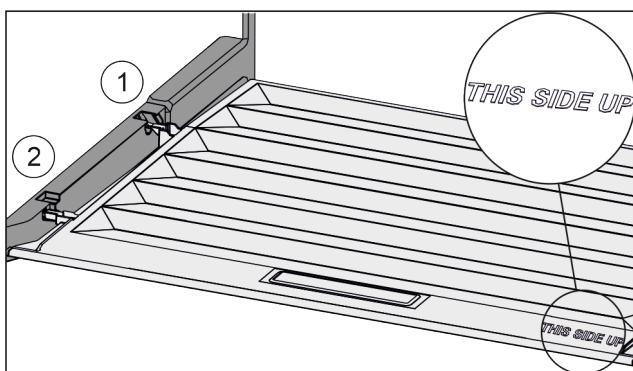

Fig. 125
- Пъхнете шийките на капака през отвора в задния държач Fig. 125 (1) и фиксирайте отпред в държача Fig. 125 (2).